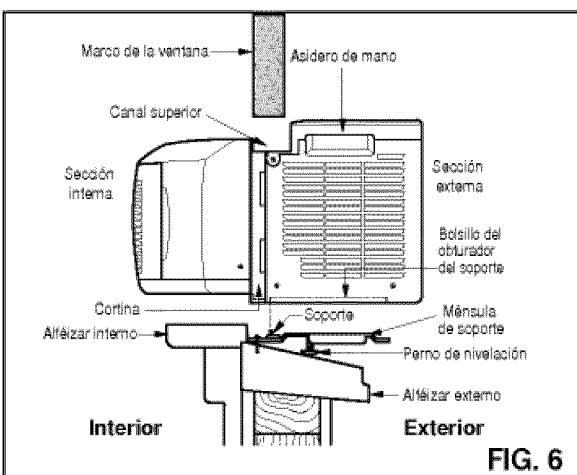

FIG. 6
- Asegúrese de que la ménsula de soporte sea insertada en el bolsillo debajo del ventilador base, y que la guía del bastidor de la cortina esté parada por el obturador en la ménsula de soporte como lo muestra en la FIG.6.